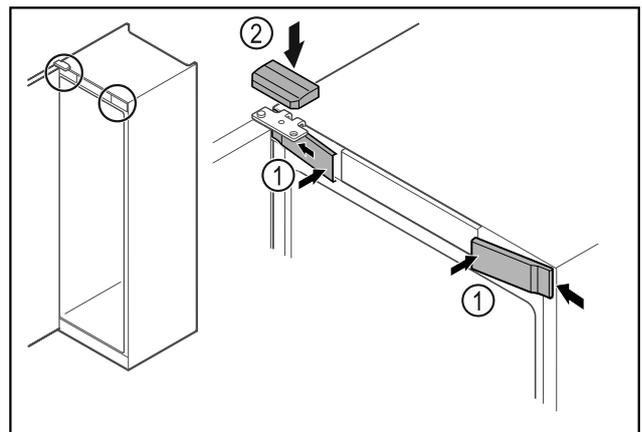

Fig. 47 \*
- ▶ Vordere Abdeckungen Fig. 47 (1) seitlich einhaken und aufrasten.\*
- ▶ Obere Abdeckung Fig. 47 (2) von oben aufrasten.\*